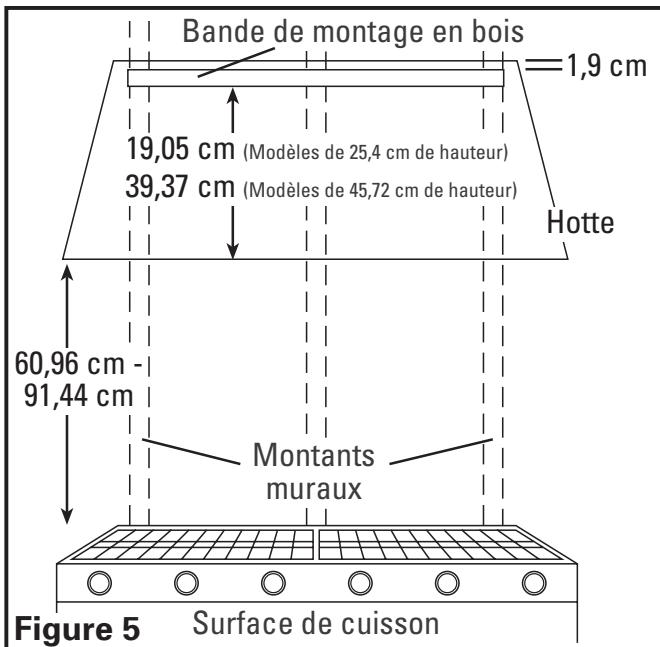

Figure 5 Surface de cuisson
1. Mesurer et marquer une ligne de niveau sur le mur au-dessus de la surface de cuisson pour la bande de montage en bois comprise. La hauteur de la bande de montage dépendra de votre installation spécifique et doit être à 1,9 cm en dessous de la hauteur du haut du couvert de la hotte (Figure 5).